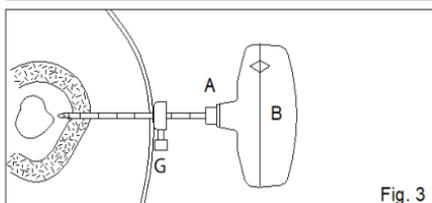

Fig. 3
FIG. 3 Con giri attenti ma saldi, ruotare la cannula di taglio e il mandrino (A+B) in senso orario finché il misuratore di profondità (G) raggiunge la pelle e/o si ottiene la posizione desiderata. Nota – Se il processo di inserimento è difficile, rimuovere il mandrino (B), inserire il trapano (C) nella cannula di taglio (A) e bloccare insieme le due parti per assemblarle.